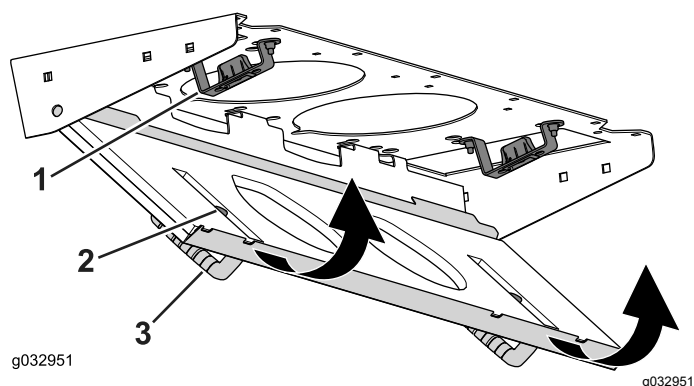

Figura 116
4. Ruotate lo schermo del filtro attorno alle alette fino a quando il fermo non si blocca nel gruppo del supporto del fermo (Figura 116).